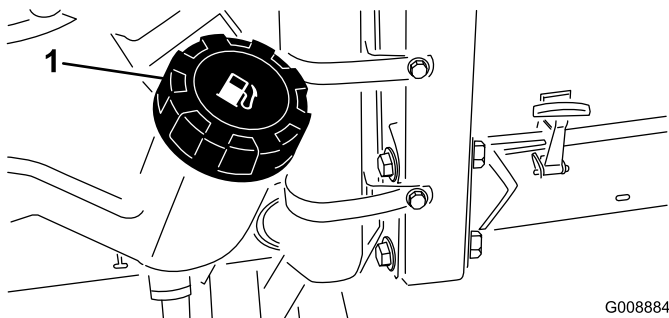

Bild 37
1. Reinigen Sie den Bereich um den Tankdeckel (Bild 37).